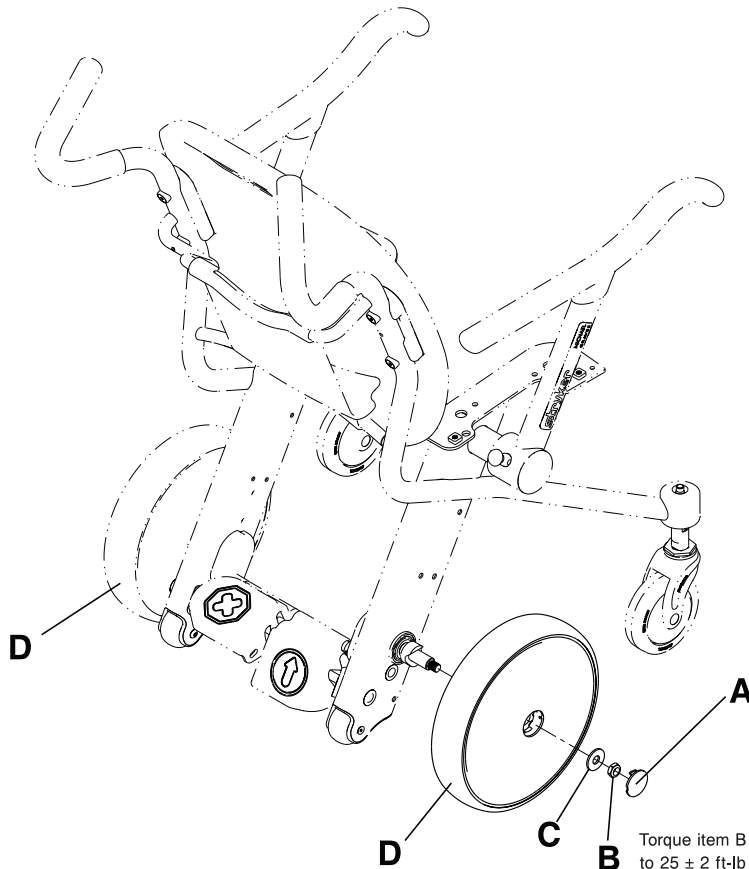

Figur 9-27: Byta ut det bortsvängbara fotstödet
4. Fatta tag i den nedre fotstödsfjäderhållaren (A) och avlägsna den genom att dra den nedåt. Kassera den nedre fotstödsfjäderhållaren.
5. Avlägsna och kassera fotstödet torsionsfjäder (B).
7. Vrid och dra nedåt för att avlägsna den bortsvängbara fotstödsenheten (C). Kassera enheten.
8. Applicera Syntec-fett (3000-200-719) på tillämpliga områden (Figur 9-27 på sidan 9-43).
9. Utför stegen 3-8 i omvänd ordning för att montera den tillhandahållna bortsvängbara fotstödsenheten. Dra åt bulten till svänghjulsgaffeln (D) till ett åtdragningsmoment på  $75 \pm 5$  fot-pund ( $102 \pm 7$  Nm), med hjälp av en 3/8-tums momentnyckel, innan du monterar svänghjulet på gaffeln.